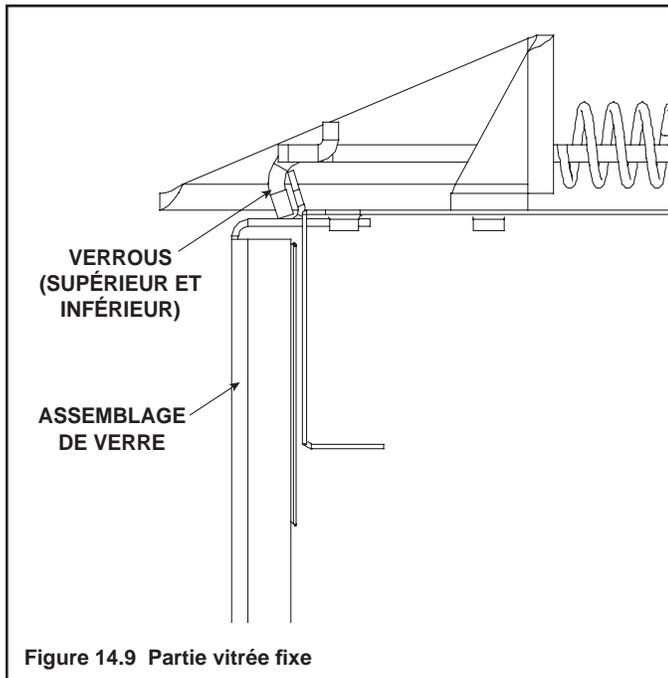

Figure 14.9 Partie vitrée fixe
- Tirez les quatre verrous de verre hors de la rainure du cadre de verre. Retirez la partie vitrée fixe de l'appareil (voir la Figure 14.9).